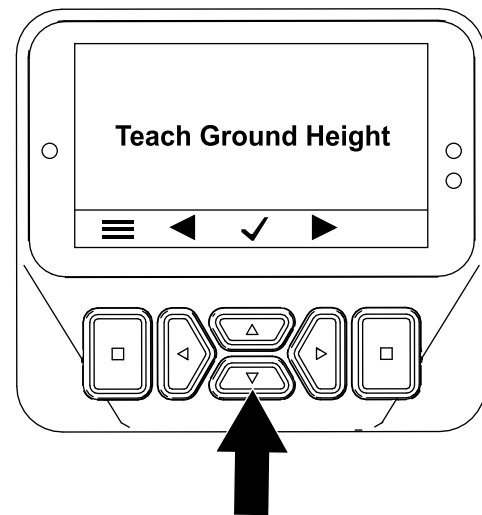

Figura 62
4. Pe ecranul Teach Ground Height (Învăare înălțime la sol) (Figura 62) apăsai apoi oricare buton din centru.